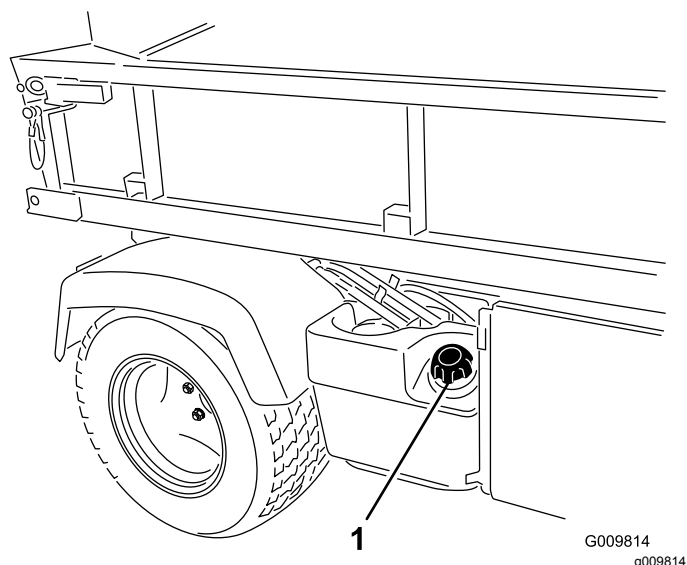

Рисунок 28
1. Произведите очистку поверхности вокруг крышки топливного бака (Рисунок 28).
2. Снимите крышку топливного бака (Рисунок 28).